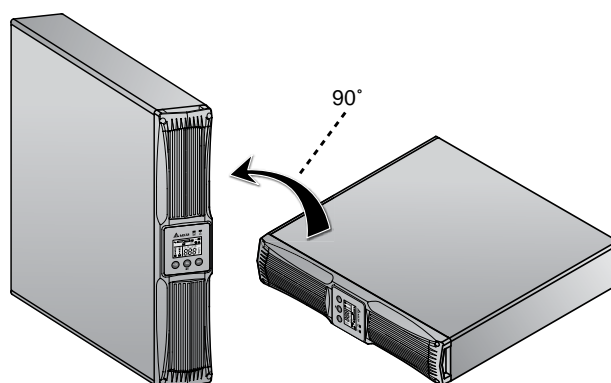

Рис. 3-9. Поставьте ИБП вертикально
- 5 Осторожно поверните ИБП и поставьте его в вертикальное положение. При этом логотип Delta должен быть обращен к вам. См. **Рис. 3-9**.